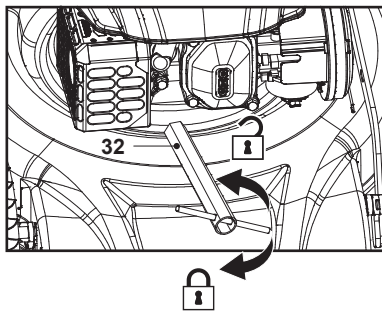

Fig. 26
2. Desserrer la bougie d'allumage (17a) dans le sens antihoraire à l'aide de la clé pour bougie d'allumage (32) et la retirer avec précaution (Fig. 26).